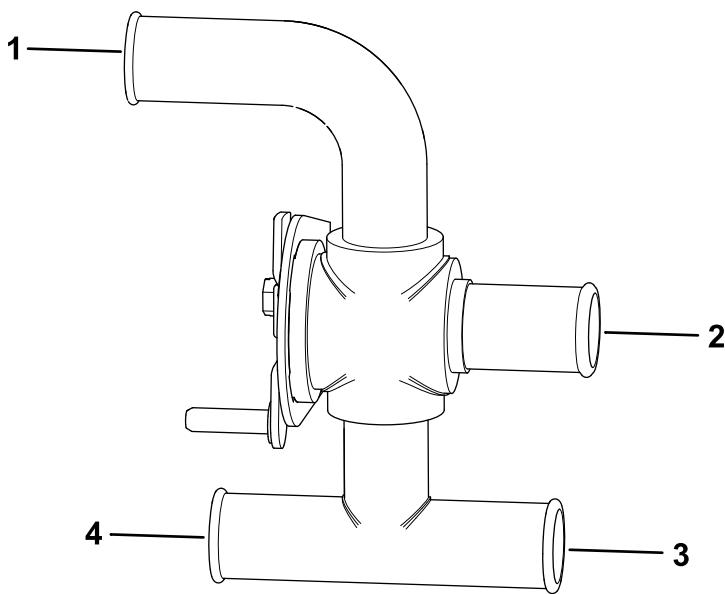
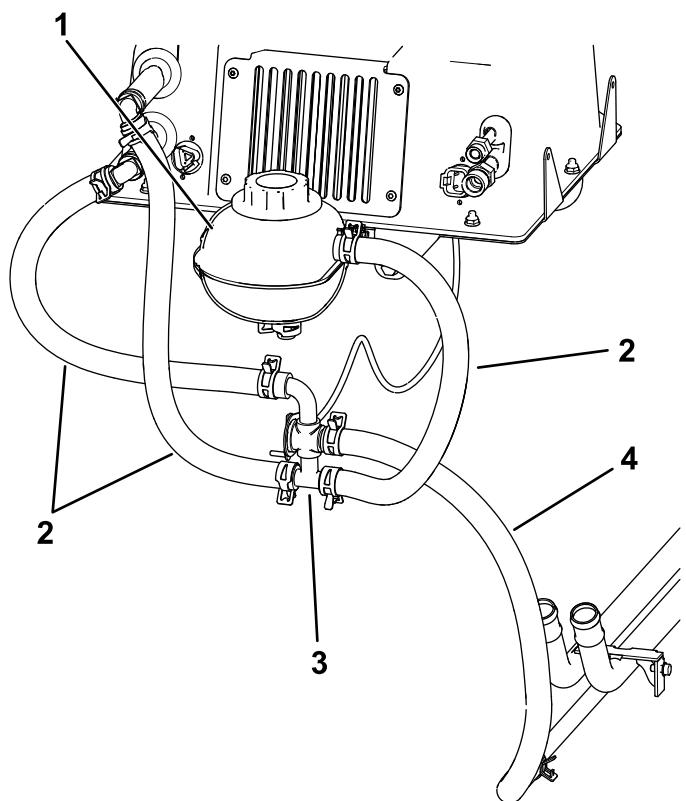

Figura 29
Figura 30
6. Ligue os dois tubos do líquido de arrefecimento que estavam instalados previamente à caixa do aquecedor às respectivas entradas da válvula da água com duas abraçadeiras de banda Figura 30.
- Nota:** Se tiver instalado um arado de neve BOSS na máquina, encaminhe o tubo inferior do núcleo do aquecedor Figura 29 à volta do solenóide do arado.
7. Ligue o tubo de derivação do termóstato encurtado previamente à válvula de água com uma abraçadeira de banda (Figura 29 e Figura 30).
8. Ligue o tubo restante à válvula de água com uma abraçadeira de banda, depois ligue a outra extremidade do tubo à entrada grande do reservatório superior com uma abraçadeira de banda (Figura 29 e Figura 30).